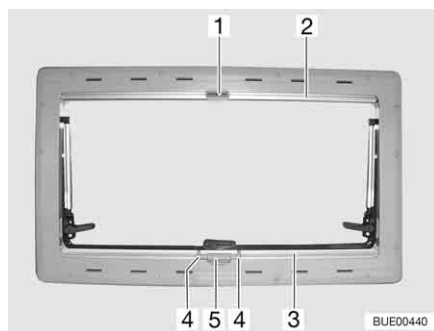

Bild 84 Överkantshängda fönster
- Tryck ihop handtaget (Bild 84,4), drag mörklägningsrullgardinen (Bild 84,3) nerifrån och uppåt till önskad höjd.
- Tryck ihop handtaget (Bild 84,4). Spärren lossas.
- Mörklägningsrullgardinen (Bild 84,3) förs långsamt tillbaka till utgångsläget.
- Drag ner insektsnätet (Bild 84,2) tills det stöter mot mörklägningsrullgardinen (Bild 84,3) och låsspaken (Bild 84,1) hakar in i spärren (Bild 84,5).
- Lossa låsspaken (Bild 84,1).